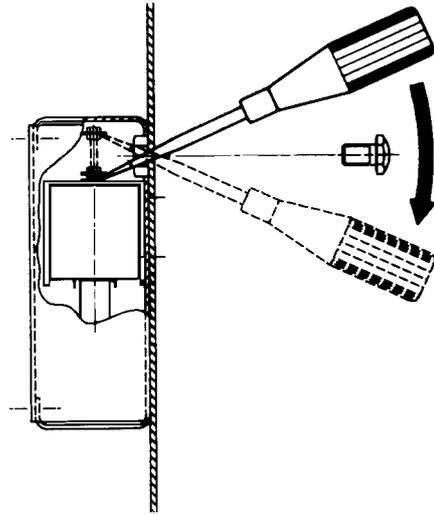

Fig. 6
- a) Qualora si voglia aprire la porta anteriore equipaggiata con blocco elettrico, asportare la vite M10 a testa bombata dalla porta, inserire il cacciavite (fig. 6) manovrarlo con attenzione, senza forzare, in senso orizzontale in caso di contenitori Univer G ed in senso verticale in caso di contenitori Univer G con HA3/NF/SG. Contemporaneamente a questa manovra ruotare la maniglia e aprire la porta.
- a) When the front door fitted with electric lock must be opened, remove the round-headed M10 screw from the door, insert the screwdriver (fig. 6), handling it carefully and without forcing it, horizontally for Univer G enclosures and vertically for Univer G enclosures with HA3/NF/SG. At the same time as this operation, turn the handle and open the door.